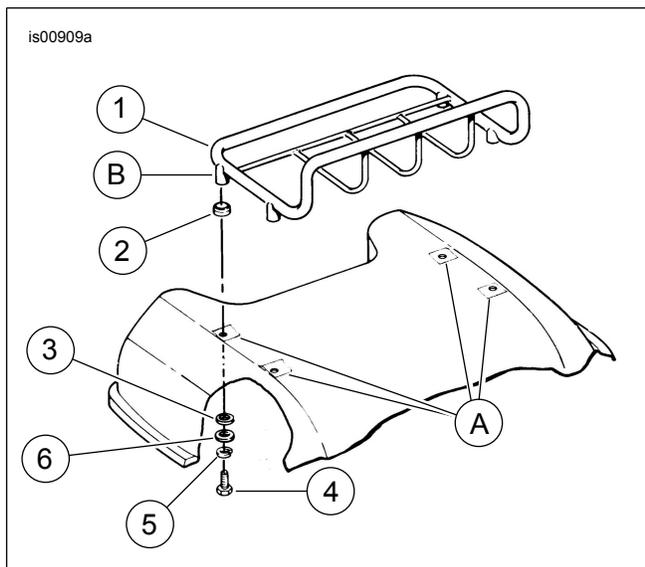

Figura 1. Parti di ricambio, kit portabagagli Premium Tour-Pak
Vedere Figura 1 e Tabella 1.
2. Vedere Figura 1. Fare scivolare i cuscinetti di montaggio (2) su ciascuna delle borchie di montaggio (B) del portabagagli (1).